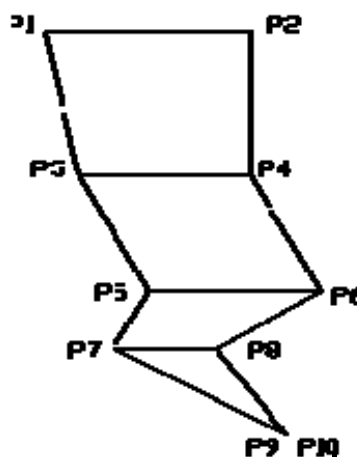

图 4-17 奇偶数分别在一边
4) 当提示第三点和第四点时，如果均点击同一点，则合成一个尖点，如图 4-17 所示。